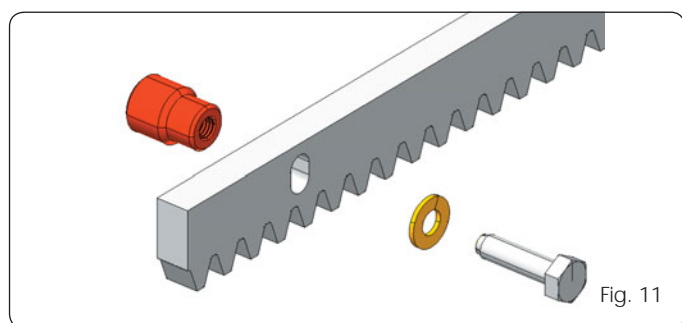

Fig. 11
**5.4.1 STEEL RACK TO WELD (Fig. 11)**